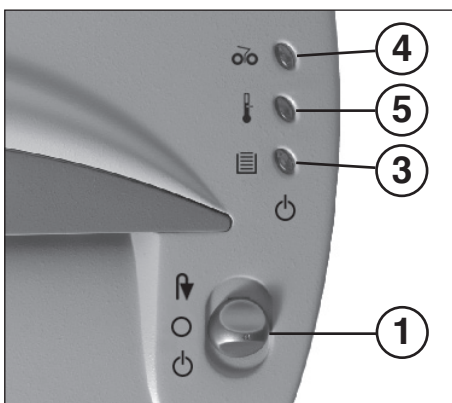

Abb. 1
1 = Funktionsschalter (Abb. 1)
3 = Kontroll-Anzeige (Abb. 1)
4 = Kontroll-Anzeige „Materialstau“ (Abb. 1)
5 = Kontroll-Anzeige (Abb. 1)
- Funktionsschalter (1) (Abb. 1) in Stellung „“ schalten. Die Kontroll-Anzeige (3) (Abb. 1) leuchtet auf (grün).
Achten Sie darauf, dass das Gerät über Nacht ausgeschaltet ist (Funktionsschalter (1) (Abb. 1) in Stellung „O“ schalten).